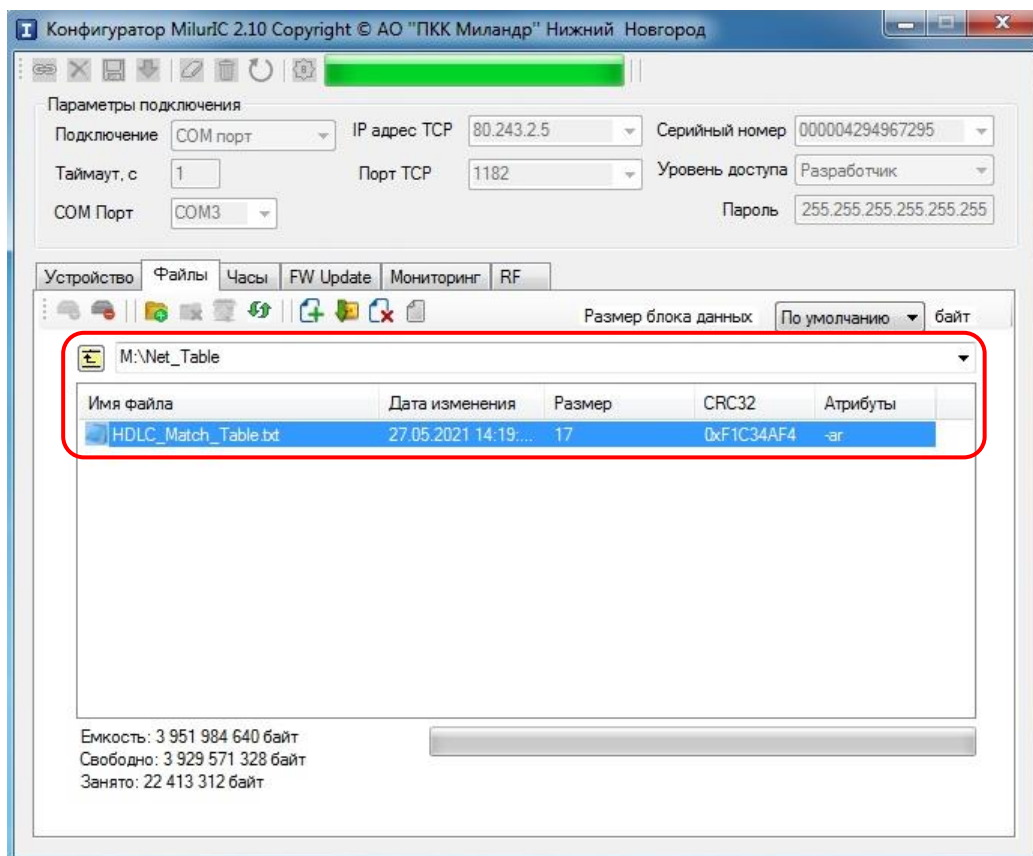

Рисунок 23 – Запись файла «HDLC_Match_Table.txt» в Милур IC
4.5.7 Зайти в папку  «Net_Table» (рисунок 23).